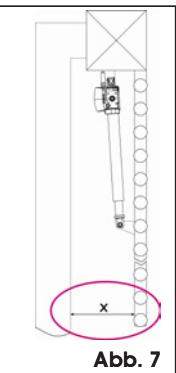

Abb. 7
**⚠ Nach der Montage des Antriebs sicherstellen, dass das Maß „X“ aus Abb. 7 mindestens 500 mm beträgt. Wenn das Maß „X“ weniger als 500 mm beträgt, muss an der in Abb. 7 markierten Stelle ein Aufpralltest entsprechend den Vorschriften der Norm UNI EN 12445 vorgenommen werden, wobei sicherzustellen ist, dass die gemessenen Werte den Vorgaben nach UNI EN 12453 entsprechen.**
**Wenn die Schubkraftwerte nicht unter die nach UNI EN 12453 vorgeschriebenen Werte fallen, MUSS der in Abbildung 7 markierte Bereich mit einer Schutzeinrichtung nach UNI EN 12978 abgesichert werden.**